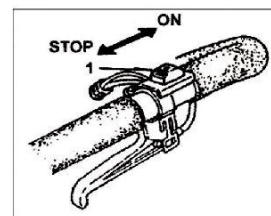

Рис. 7
4. Остановка. Снизить скорость двигателя (сбросить газ) и переместить выключатель зажигания в положение остановки STOP. (Рис.7)